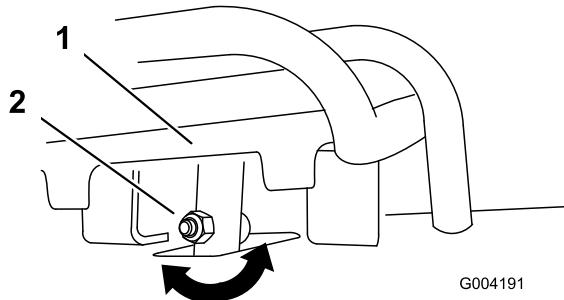
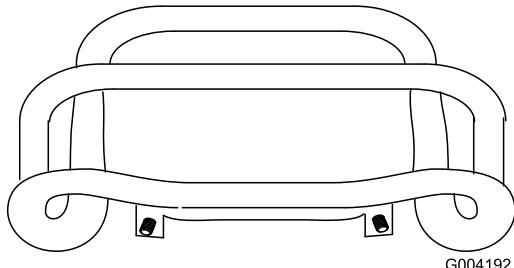

Bild 51
Bild 52
4. Wenn die Vorderseite des Fahrantriebs nicht bündig und gleichmäßig am Anschlagbügel bleibt, lösen Sie die Bundmutter und die Schraube im Schaft des Fahrantriebs (Bild 51).
5. Stellen Sie den Fahrantrieb so ein, dass er bündig am Anschlagbügel bleibt, wenn er gerade nach hinten gezogen wird (Bild 51 und Bild 52).